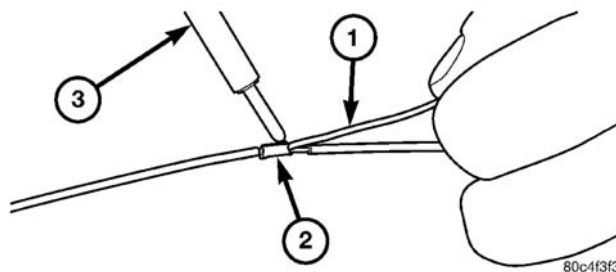

图 16 焊接接头
- (5) 只能用松香芯式焊锡将接连处焊接在一起（图 16）。